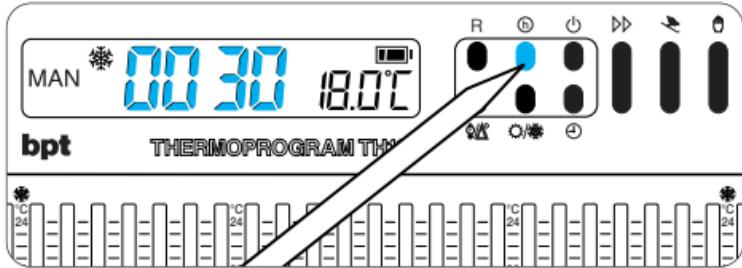
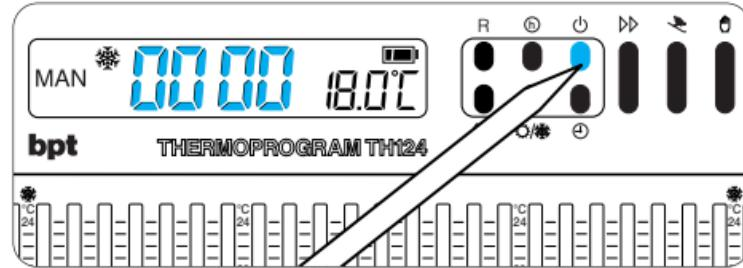

Fig. 34
Fig. 35
10.1 - Premere il pulsante \textcircled{h} (fig. 34).
Per effettuare l'azzeramento del contatore, premere in successione (entro 5 s) il pulsante \textcircled{h} ed il pulsante \textcircled{p} (fig. 34 e fig. 35). Dopo l'azzeramento il